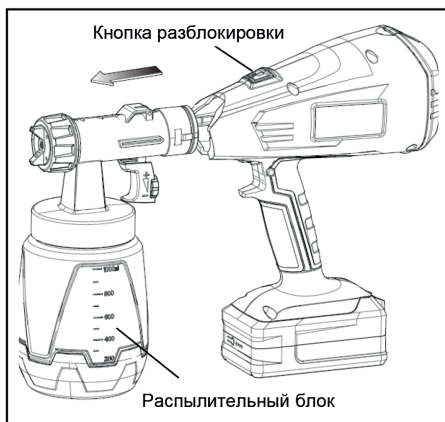

Рис. 12
5. Нажмите на кнопку разблокировки, отсоедините распылительный блок краскопульта (рис. 12) и очистите от краски.